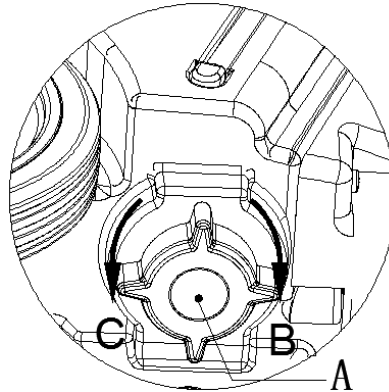

Abbildung 11
2. Schrauben Sie die Kappe des Reinwasserauslasses (A, Abbildung 11) gegen den Uhrzeigersinn ab (C, Abbildung 11), um den Reinwassertank zu entleeren.